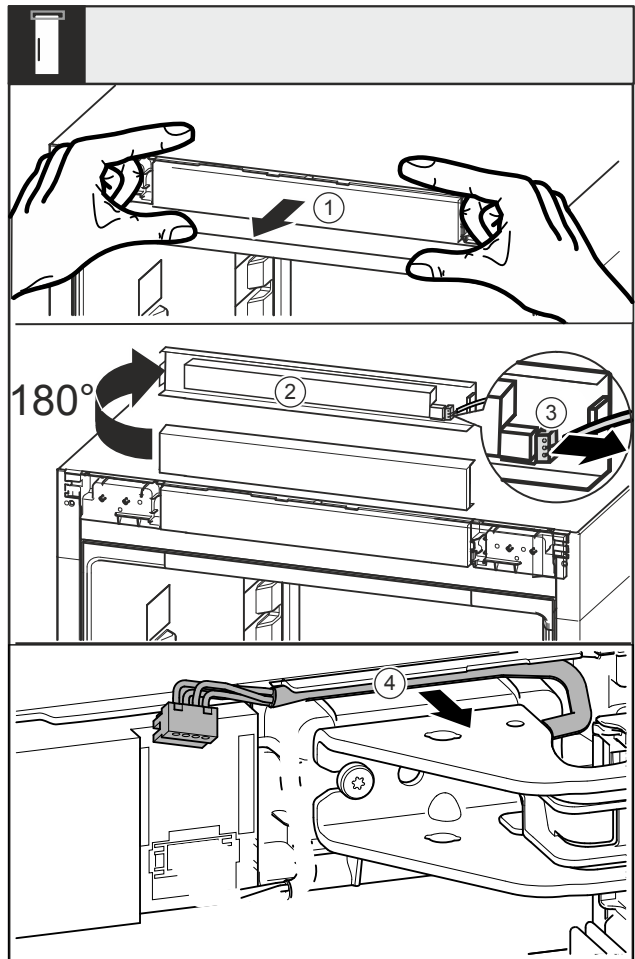

Fig. 17
- ▶ Отсоедините накладку Fig. 17 (1) движением вперед.
- ▶ Поверните накладку Fig. 17 (2) вверх на 180°.
- ▶ Прижмите защелку на штекере Fig. 17 (3) назад и осторожно извлеките штекер.
- ▶ Высвободите кабель Fig. 17 (4) над опорным кронштейном из направляющей.